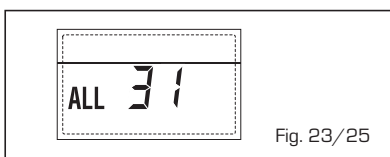

Fig. 23/25
**- ANOMALIA CONFIGURAÇÃO INSTALAÇÃO TRÊS ZONAS "ALL 32" (fig. 23/26)**